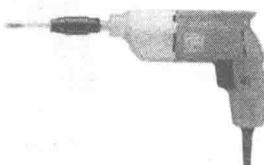
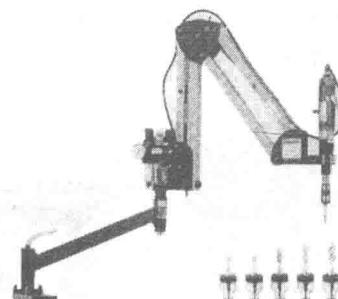

图 1-19 电动攻螺纹机
图 1-20 气动攻螺纹机
(5) 攻螺纹工具 攻螺纹工具有电动攻螺纹机（图 1-19）、气动攻螺纹机（图 1-20）等。